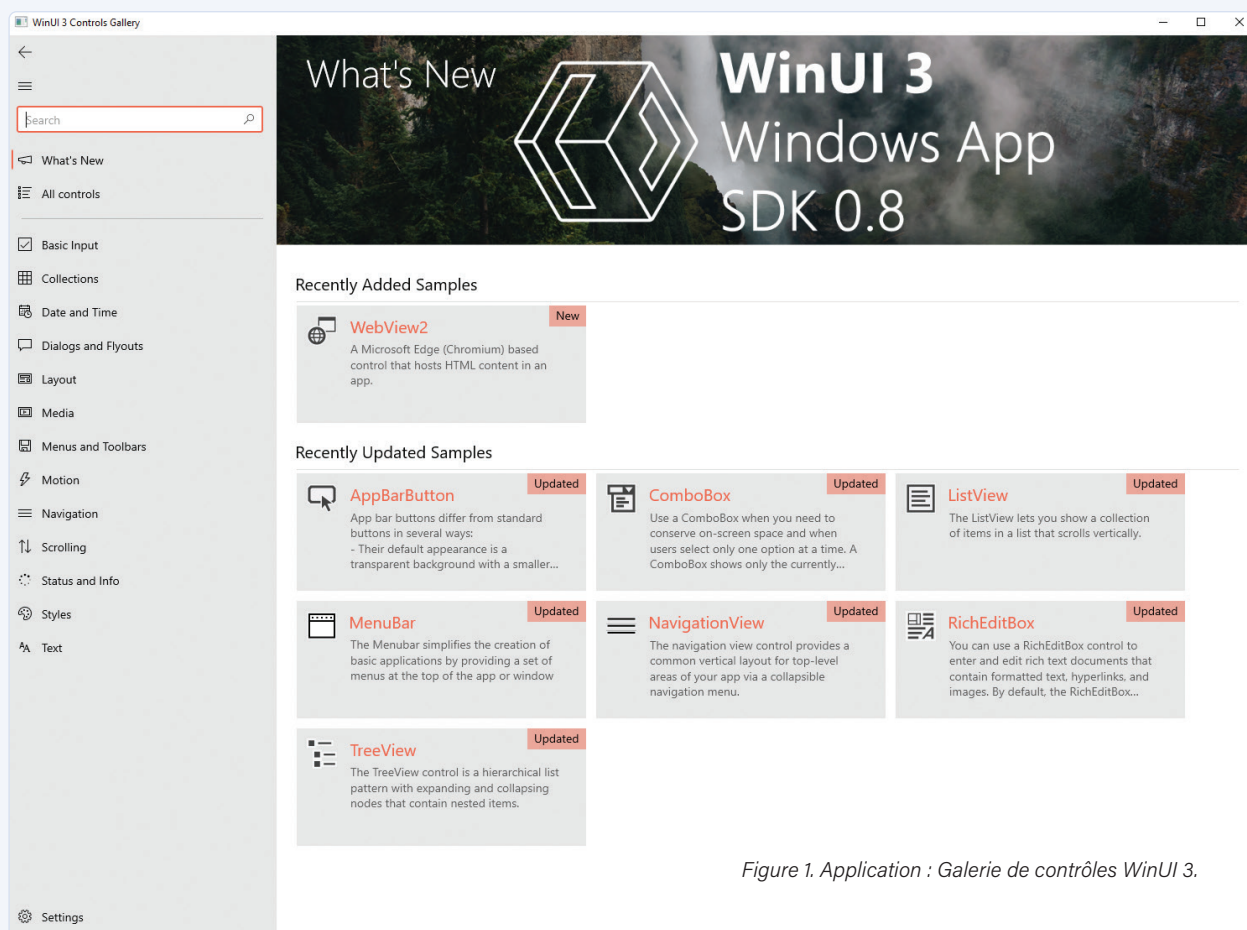

Figure 1. Application : Galerie de contrôles WinUI 3.
- **Éléments de contrôle de l'interface utilisateur** : il existe un ensemble de contrôles pour concevoir l'interface utilisateur. Il s'agit d'éléments de base, comme des boutons et des champs de saisie de texte, mais aussi des éléments plus complexes et avancés comme un élément de contrôle de calendrier, un composant *WebView* ou un élément d'affichage de données personnelles, que nous pouvons utiliser, par exemple, pour l'administration des utilisateurs. Si vous souhaitez explorer davantage toute la gamme des éléments de contrôle, accédez au Microsoft Store et téléchargez l'application *WinUI 3 Controls Gallery*, qui donne un aperçu des contrôles disponibles pour WinUI 3, avec une démonstration de leur utilisation et de leur intégration dans le code source (XAML). Des liens correspondants vers la documentation sont également disponibles (figure 1).